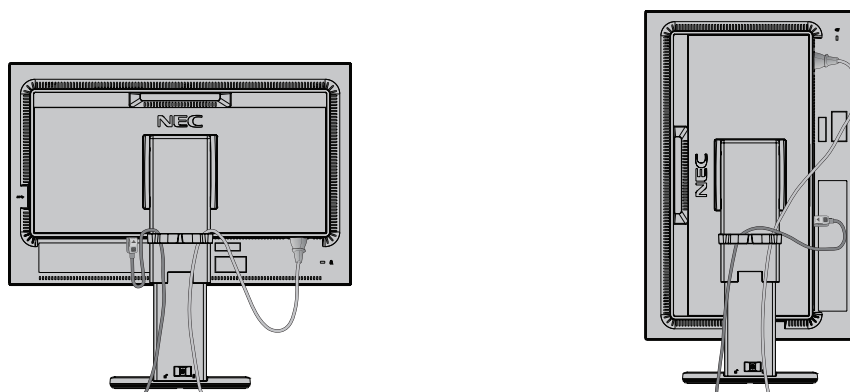

Figure D.1
7. Connectez une extrémité du cordon d'alimentation à la prise CA à l'arrière du moniteur et l'autre à la prise de courant (**Figure D.1**).